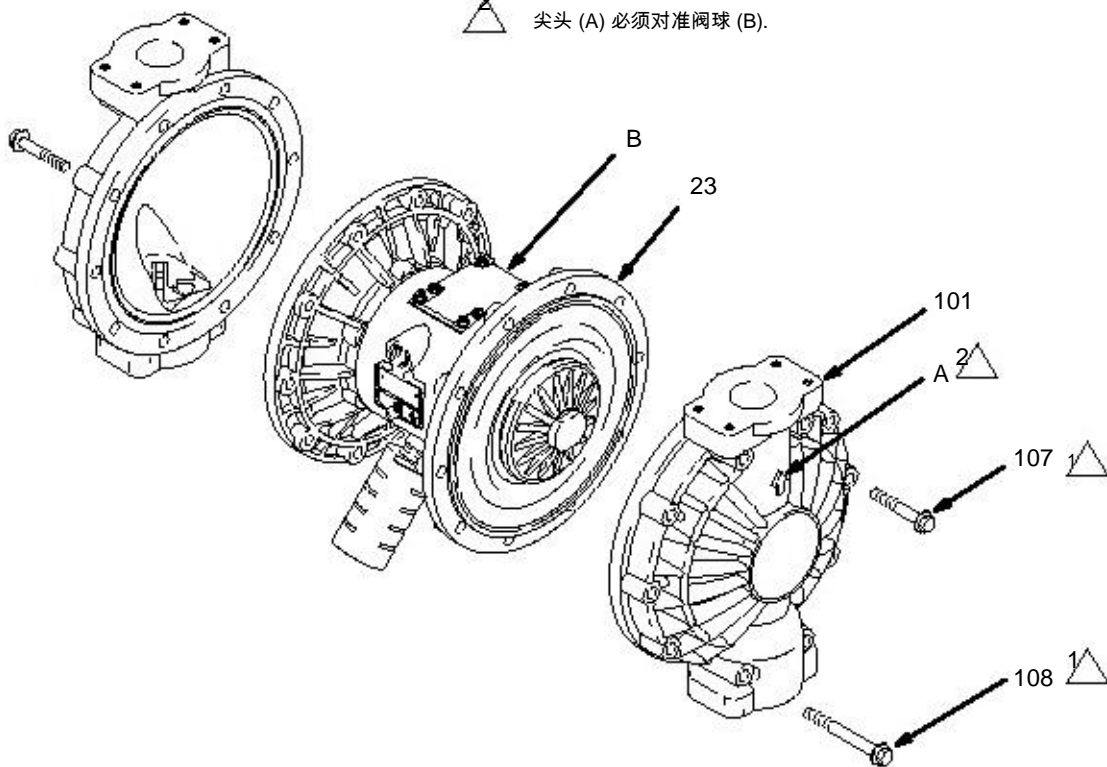
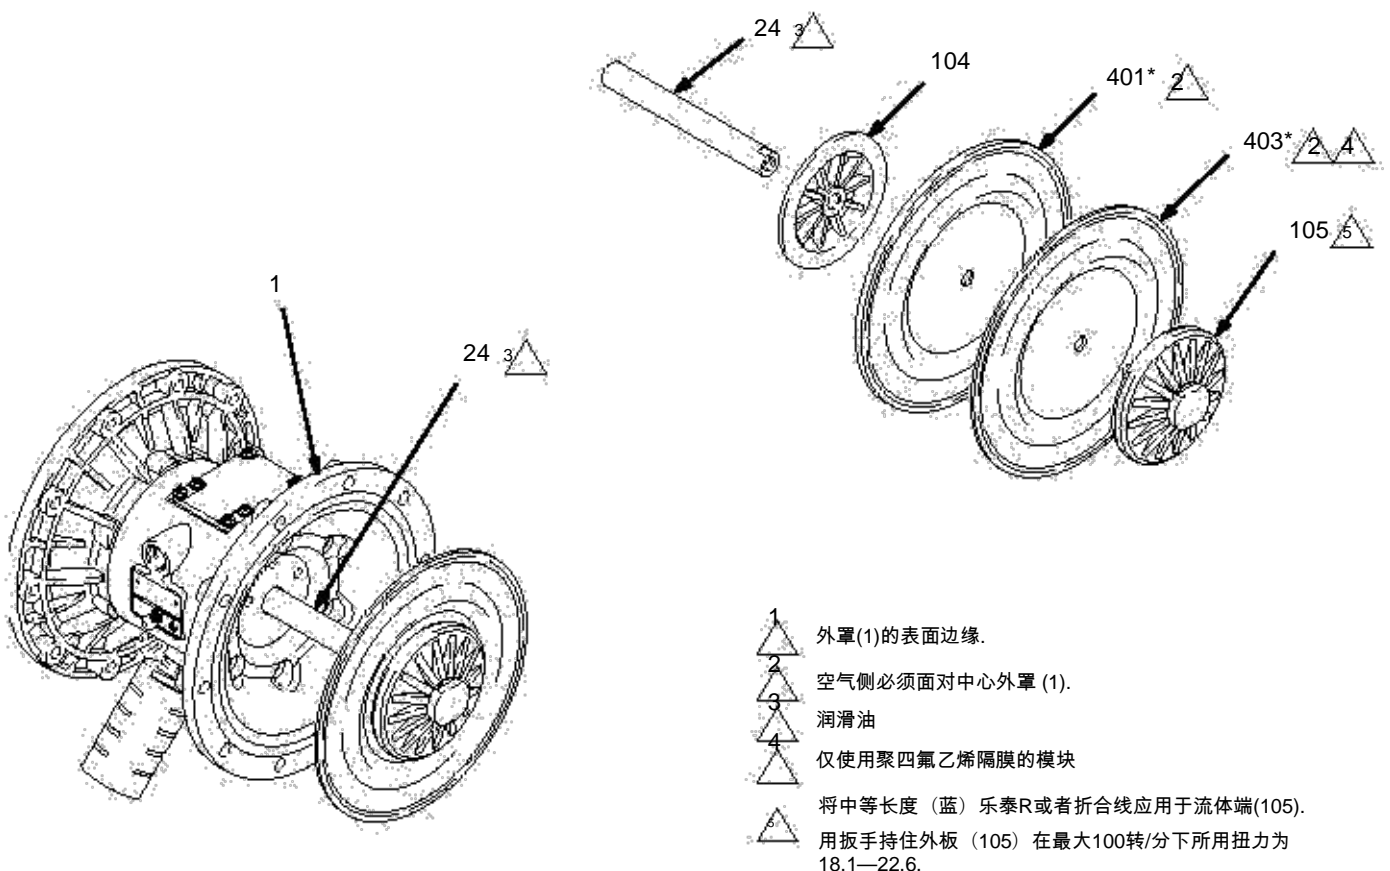

Fig. 12
Fig. 13
3. 使用13 mm 套筒扳手移除流体盖 (101) 与气盖 (23) 的螺丝 (107) 和 (108) 。从泵上拉下流体盖 (101), 见图12.
4. 从隔膜轴(24)上松开外板 (105) . 移除隔膜(401), 和内板 (104). 见图13.
1. 润滑安装轴U型杯堤料(402*)因此外表边缘在中心位置 (1)外边. 见图13.
3. 装配内隔膜板(104), 隔膜(401*), 聚四氟乙烯隔膜(403*, 如果有), 外隔膜板(105), 如图13所示13. 这些部件必须正确的装配。 .
4. 将中等长度 (蓝) 乐泰R或者折合线应用于流体端(105). 用扳手持住外板 (105) 在最大100转/分下所用扭力为 18.1—22.6. 不要超过这个扭力。
5. 调整流体盖 (101) 和中心位置(1)。尖头(A) 对同一方向的气阀(B). 确保盖子与螺丝(107和 108)牢固. 将长螺丝(108) 安装在盖子顶部和底部的孔上. 见图12.
6. 首先使用13 mm套筒扳手扭动长螺丝(108) 的扭力每次大致为 14.7–16.9 NSm . 然后扭动短螺丝(107). 见30页扭力系数.
7. 使用轴承拉出器移除隔膜轴承(19)，气阀轴 (12) 或轴承定位销 (15)。不要移除未损坏的轴承。
8. 如果你要移除隔膜轴承 (19)，及在中心壳体 (1) 用O形环钩和U形杯堤料将其取出，见图13